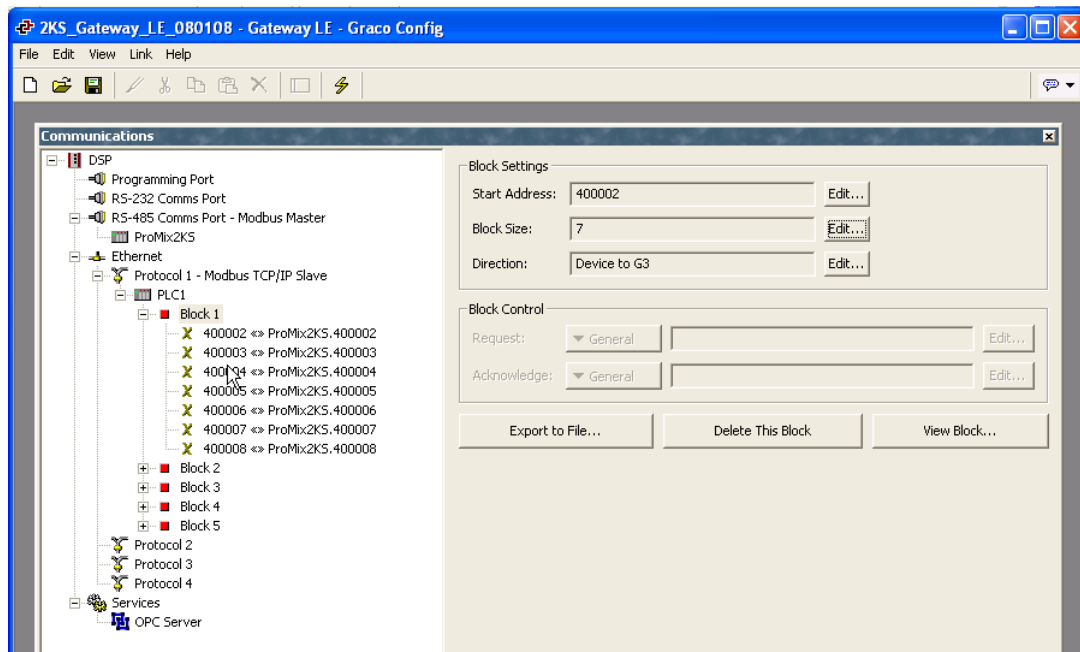

FIG. 25 : Blocage des données de mappage
4. Voir la FIG. 25. Cliquez sur OK. La plage d'adresses s'affiche dans le bloc approprié, à gauche de la fenêtre.